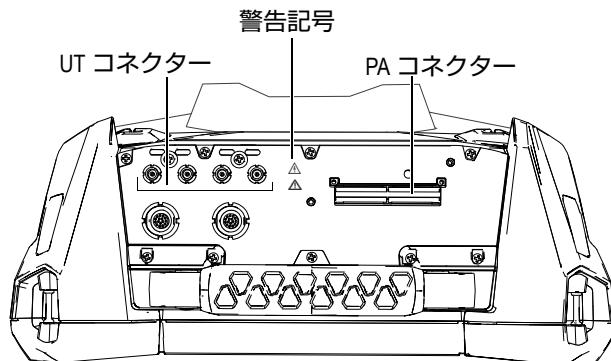

図 5-1 データ収集コネクター
- 感電の恐れがあるため、LEMO コネクターの内部導体に触れないでください。UT コネクター内部には最大 350 V、PA コネクター内部には、最大 120 V の電圧が発生することがあります。LEMO コネクターの近くの警告記号は、感電の危険性の注意を促しています（62 ページの図 5-1）。